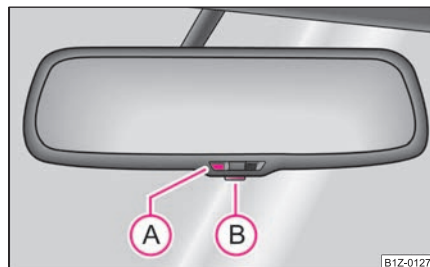

Fig. 57 Oglinda interioară cu reglare automată antiiorbire
- Apăsați tasta (B) - lampa de control (A) se aprinde ⇒ fig. 57.